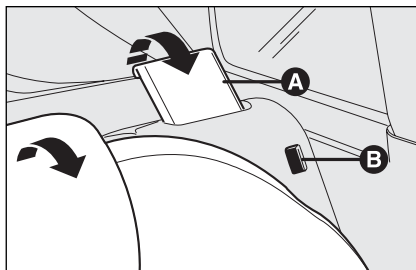

fig. 4
ATTENTION L'ancrage correct du dossier est assuré par la disparition de la "bande rouge" **B**-fig. 4 présente à côté des leviers **A** de renversement du dossier. Cette "bande rouge" indique en effet l'absence d'ancrage du dossier. Pour les versions ayant le siège coulissant, contrôler toujours que le dossier réglable soit bloqué en position d'utilisation; ces versions ont le dossier "rabattable": en ramenant le dossier en position d'utilisation, s'assurer de l'ancrage effectif jusqu'à percevoir le déclic de blocage.
*S'assurer que le dossier soit correctement accroché sur les deux côtés ("bandes rouges" **B**-fig. 4 non visibles) pour éviter qu'en cas de freinage brusque, le dossier ne puisse se projeter en avant et provoquer ainsi des blessures aux passagers.*